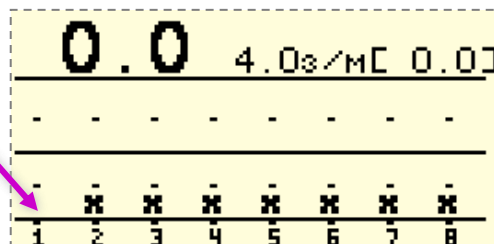

Рисунок 30
3. Находясь на главном экране (см. «Рисунок 30»), нужно открыть главное меню нажатием кнопки  «Меню».